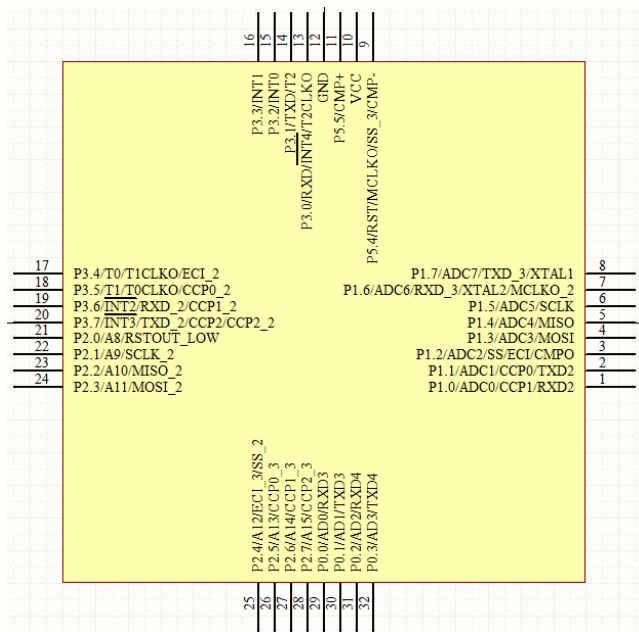
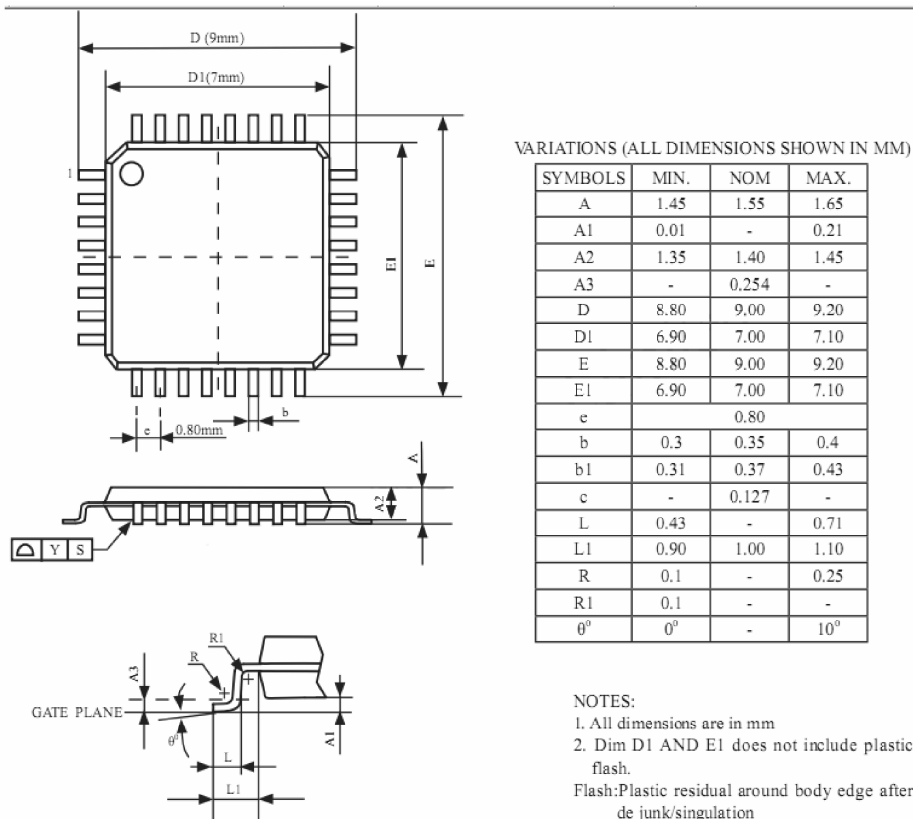

图 18-53 STC15W4K60S4 原理图符号
图 18-54 STC15W4K60S4 封装尺寸图 (LQFP32)
(2) 创建单片机 STC15W4K60S4 的原理图符号 (见图 18-53) 和封装 (LQFP32, 推荐使用 IPC 兼容的封装向导创建, 如图 18-54 所示)。